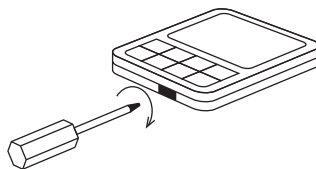

Рис. 7.
2. Как показано на рис. 7, используйте отвертку с плоской головкой, чтобы слегка поддеть нижний паз проводного контроллера (слишком большое усилие может повредить печатную плату), подденьте с вращением, чтобы открыть заднюю крышку.